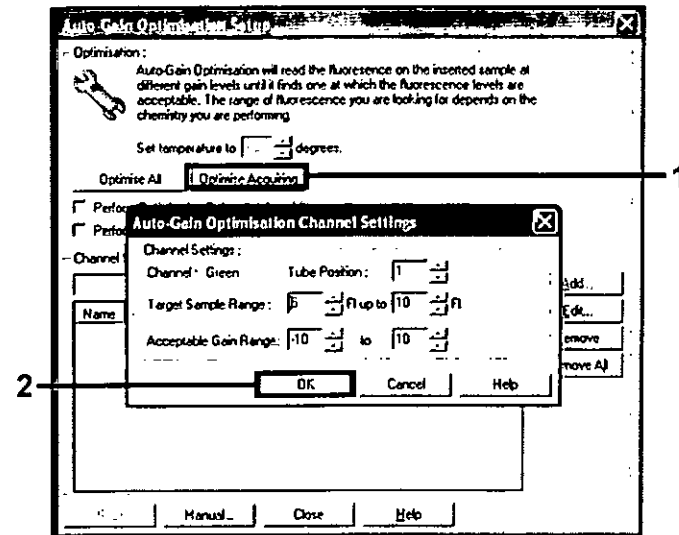

Ilustración 30. Optimización de la ganancia automática para el canal verde (1 = Botón "Optimise Acquiring" [Optimizar adquisición], 2 = Botón "OK" [Aceptar])
13. Haga clic en el botón "Optimise Acquiring" (Optimizar adquisición). Para cada canal, se muestra la configuración de canal. Acepte los valores predeterminados haciendo clic en "OK" (Aceptar) para ambos canales (ilustración 30).